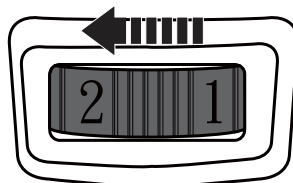

Fig. 15
- > Mova o seletor de velocidade (1) para a esquerda (desde a perspectiva do utilizador) para diminuir a velocidade máxima (Fig. 15). Uma velocidade lenta é adequada para lixar com uma folha de lixa de grão grosso para eliminar pinturas e vernizes.